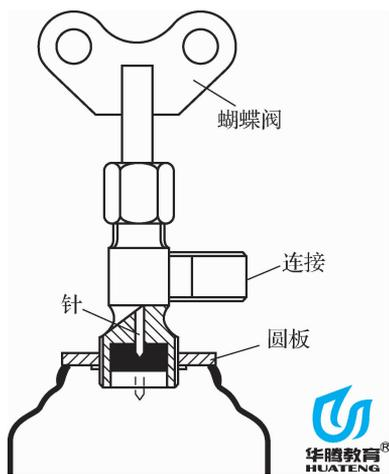

图 3-13 注入阀
(4)若充注的制冷剂为小罐,则还需备有制冷剂注入阀,如图 3-13 所示。若为大瓶制冷剂,则必须备有制冷剂计量工具。